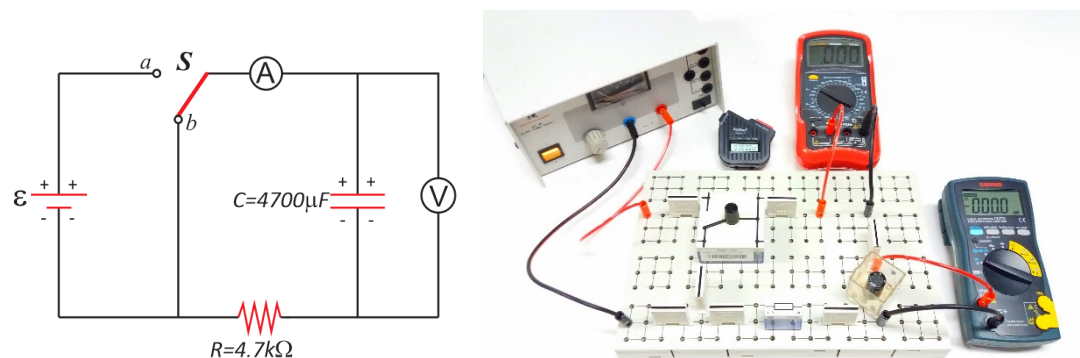

Figura 6. Circuito RC . (a) Proceso de descarga del condensador. (b) Sistema experimental.
4. Posicione S en el punto b ($t = 0$ s) como se muestra en la figura 6, y tome lectura del amperímetro y voltímetro en intervalos de tiempo de 10 s, hasta que la tensión en el condensador y la corriente en el circuito sean aproximadamente nulas ($t = 140$ s). Registre estos datos en la tabla 1.